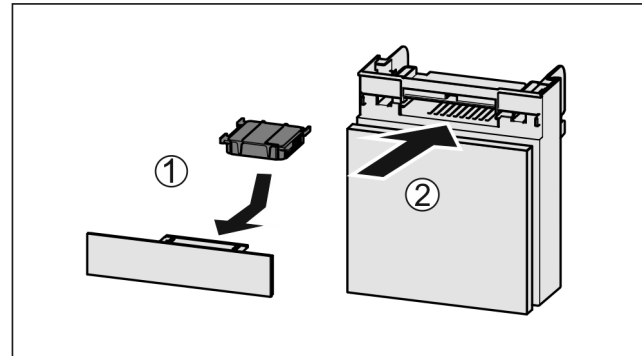

Fig. 81
- Actiefkoolfilter overeenkomstig afbeelding aanbrengen Fig. 81 (1).
- Lade erin schuiven Fig. 81 (2).